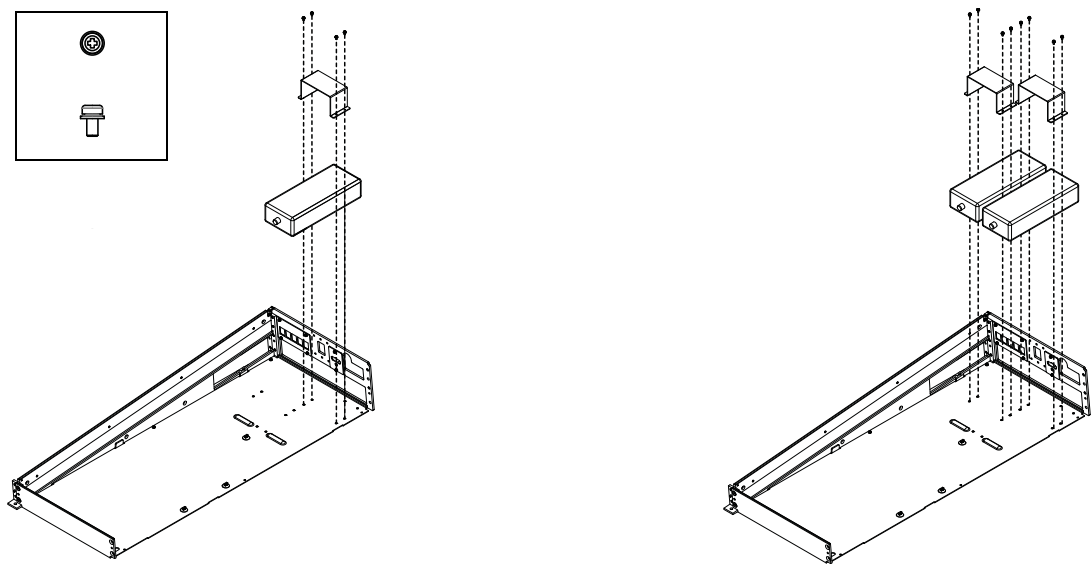

图 11 安装一个 PSU 和紧固支架（左）；安装两个 PSU 和紧固支架（右）。未显示线缆和侧壁。
- 4 使用紧固支架固定 PSU（见图 11）。每个盒架套件中包含一个支架，并附有配套紧固件。